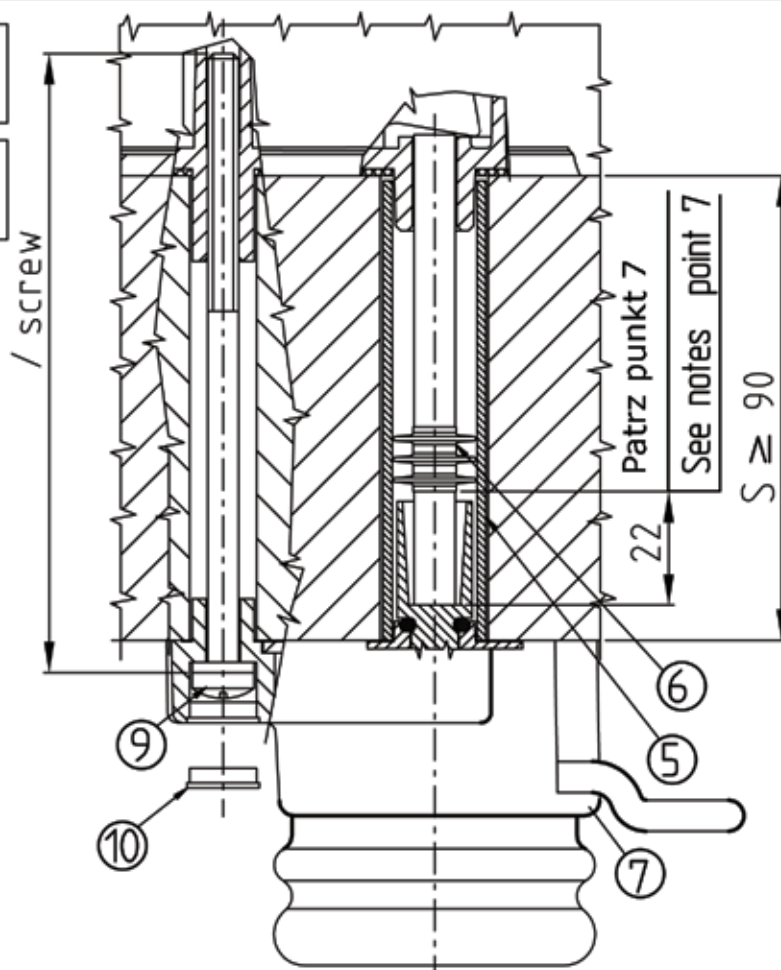

FIG. 4
- 7 - fig.4 przy grubości płata 90mm i większych przewidziano bolec z uszczelnieniem.
- 7 - fig.4 for door thickness less or equal 90mm, internal bar with gasket is predicted.